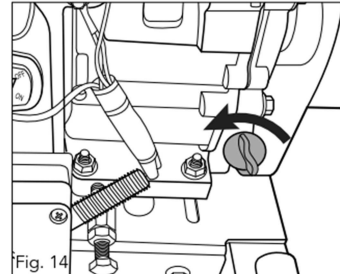

Fig. 14
2. Ôtez le bouchon du filtre à huile (6), et essuyez la jauge avec un chiffon propre. Vérifiez le niveau en insérant la jauge dans l'orifice de remplissage sans la plier et ôtez-la à nouveau (fig. 14).